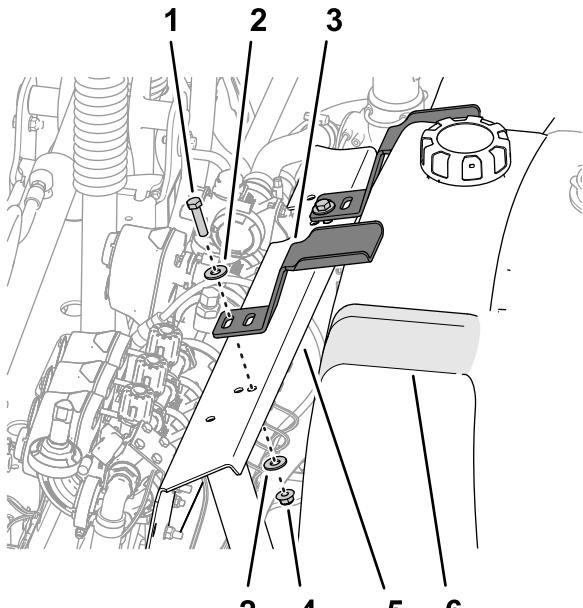

図 14
2. タンクについているくぼみに押さえ金具を合わせる図 14。
3. 押さえ金具のスロットを、バルブマウントの穴に合わせる図 14。
5. すすぎタンク用のもう1つの押さえ金具についても 24 の作業を行う。図 14